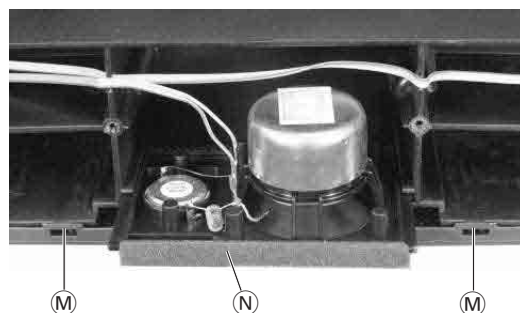

Fig. 11
- Rastnasen **M** der Lautsprecherblende lösen und Lautsprecher-Kombination **N** herausziehen (Fig. 11).
- Disengage the catches **M** of the loudspeaker mask and pull the multi-loudspeaker **N** out (Fig. 11).